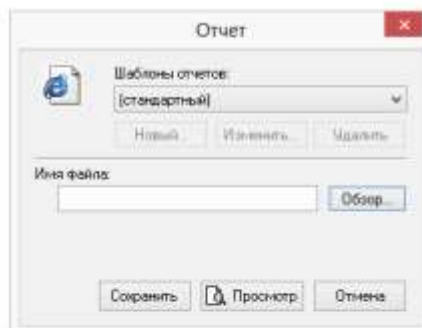

Рисунок 16.22. Диалог экспорта в Html
1. Нажмите кнопку . Появится диалог экспорта в HTML. (смотрите Рисунок 16.22. «Диалог экспорта в Html»).